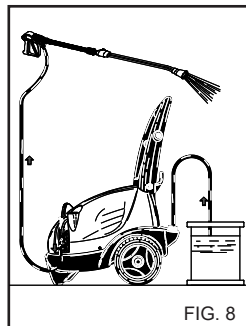

FIG. 8
1) Après l'emploi avec du détergent, rincer le circuit d'aspiration; enfler le tuyau d'aspiration (fig. 8) du détergent dans un bidon d'eau propre et faire fonctionner la pompe pendant 1 minute avec le robinet de dosage complètement ouvert et la lance en phase de sortie du détergent.
4) Après l'emploi avec du détergent, rincer le circuit d'aspiration; enfilez le tuyau d'aspiration (fig. 8) du détergent dans un bidon d'eau propre et faire fonctionner la pompe pendant 1 minute avec la lance en phase de sortie du détergent.